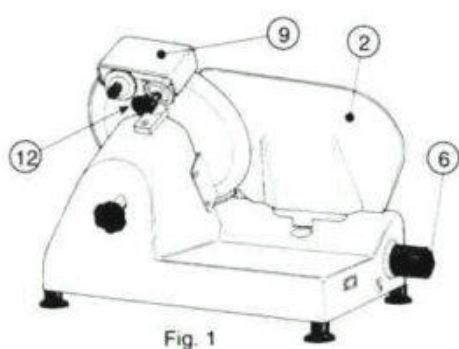
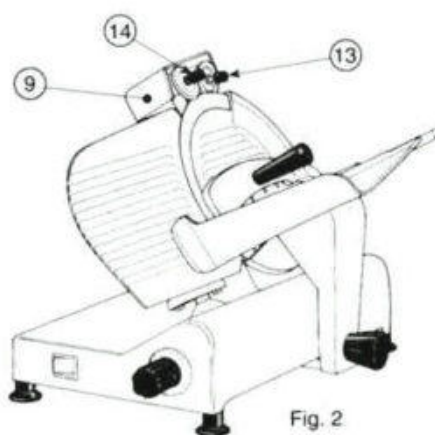

Fig. 1
Fig. 2
- Расположите оборудование как показано на рис.1 (для мод.22-25-275-G/A)
- Установите подвижную головку корпуса на максимальное расстояние от лезвия при помощи градуированной ручки (6)
- Установите группу заточки на подвижную головку корпуса, как показано на рис.2, заблокировав ее при помощи ручки
- Поднимите группу заточки, повернув ее на 180° С, таким образом, чтобы оба колеса заточки находились в одной рабочей позиции, см. рис.2
- Опускайте точильную группу до тех пор, пока она не заблокируется. В процессе этой процедуры нажимайте кнопку (13) пока точильное колесо не соприкоснется с режущим краем лезвия
- Зафиксируйте группу, повернув ручку блокировки (12)
- После проверки наличия заусенцев, включите оборудование, и аккуратно нажмите кнопку (14) в течение 3 сек. для удаления заусенцев, возникших в результате заточки (в этой последней фазе оба ножа должны работать)
- Ослабьте ручку блокировки (12) на группе заточки
- Поднимите группу заточки, повернув ее на 180° С таким образом, чтобы оба колеса заточки расположились в рабочей позиции, см. рис. 2
- После проверки, включите оборудование и нажмите кнопку (14) в течение 3 сек. для удаления заусенцев возникших в результате заточки (в этой последней фазе оба колеса заточки будут работать)
- Поверните ручку регулировки (6) в исходное положение «0»
- Нажмите переключатель вкл./выкл. (1) и нажмите кнопку (13)